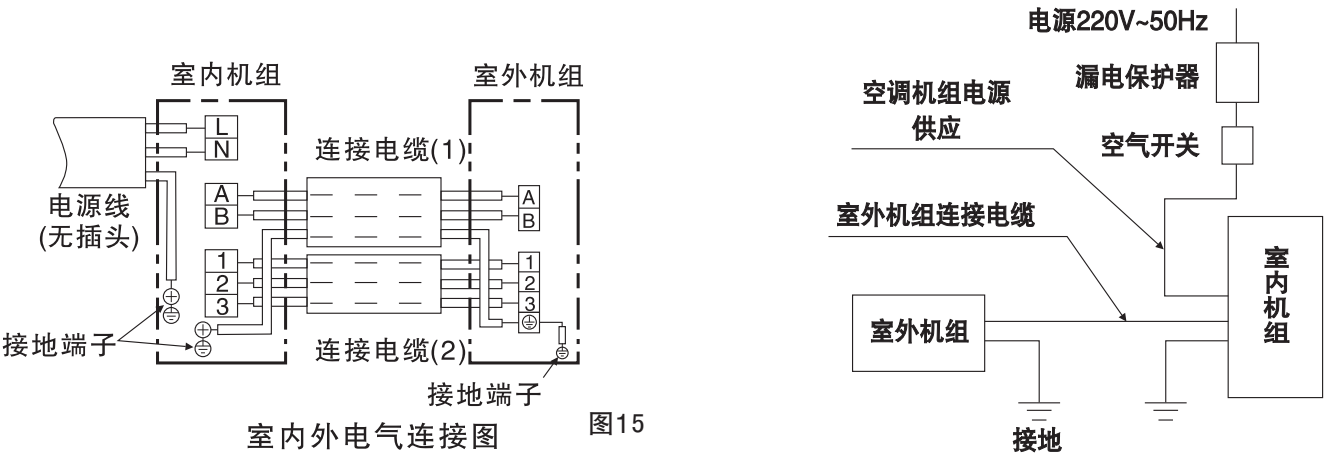

图15
- (1) 用附件④连接电缆按接线图示要求正确地连接室内外机组，绝对不可连接错误(如图15)。
- (2) 连接电缆必须用室内外机组上的附属电线压板压紧。
- 接地线必须根据图15所示用连接电缆中黄/绿色导线接至带有“⊕”标记的接线端子上。